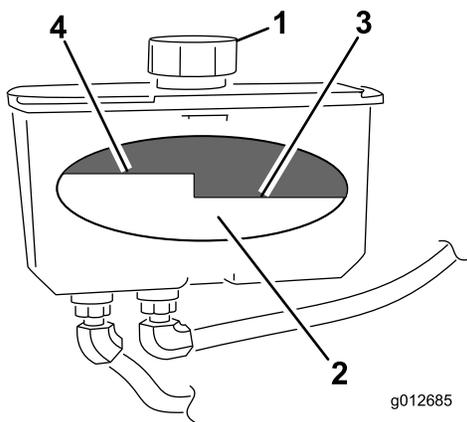

図 74
4. 油圧オイルタンクの注油口と首の周辺をきれいに拭く（図 74）。
5. 給油口からキャップを取る。タンクの中をのぞいてオイルの量を確認する (図 74)。
**注** オイルが暖かいときには、バッフルの一番上のレベルまでオイルがあることが必要です (図 74)。